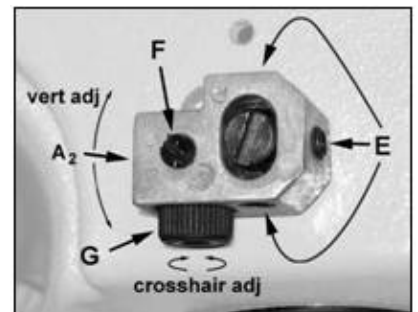

Fig 18
Faire pivoter l'unité du laser (A2, Fig 18) avec la main et bloquer avec précaution la vis de réglage (E).
Desserrer la vis de blocage (F, Fig 18) et faire tourner le laser (G) jusqu'à ce que le rayon du laser (S) atteigne la marque.